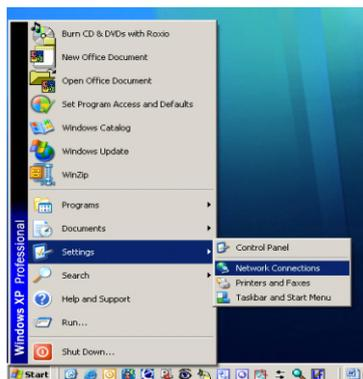

Abbildung B-4: Zugriff auf Netzwerkverbindungen
4. Klicken Sie in Windows auf **Start | Einstellungen | Netzwerkverbindungen** (Abbildung B-4).